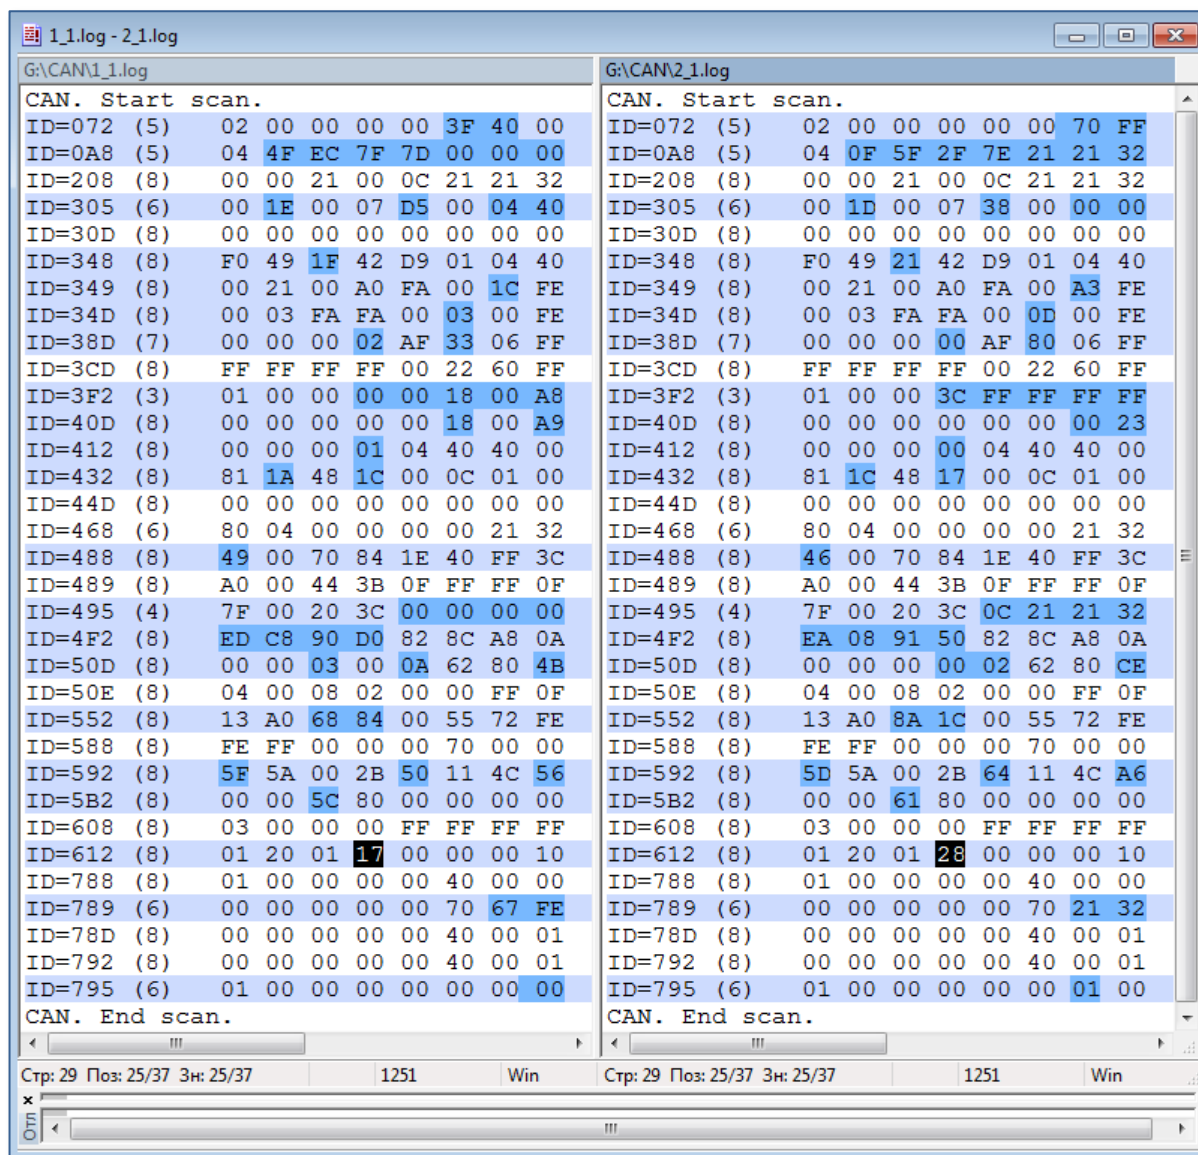

Рисунок 7. Сравнение начального и промежуточного файлов
- возьмите по одному из пары Начальных файлов и Промежуточных файлов для сравнения и найдите идентификаторы из Списка 3, которые изменились после промежуточной заправки топлива (Рис. 7);